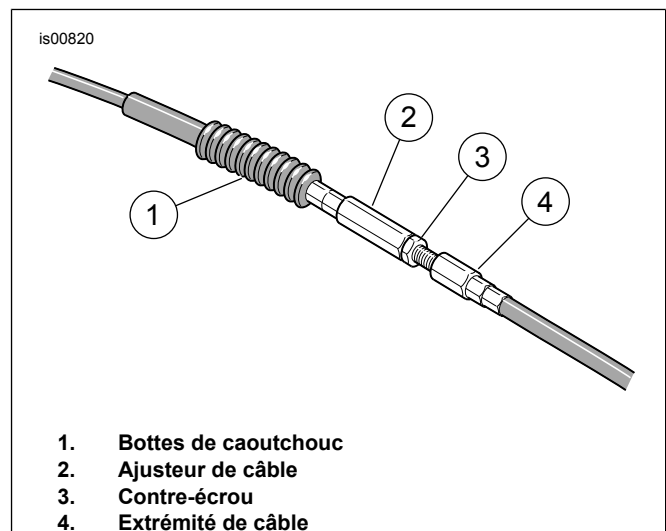

Figure 1. Ajusteur de câble d'embrayage
1. Consultez Figure 1 . Faire glisser la gaine de caoutchouc (1) hors de l'ajusteur du câble d'embrayage (2). L'ajusteur est situé à mi-chemin le long du câble d'embrayage près du tube diagonal du châssis.
- Consultez Figure 1 . Tourner l'ajusteur de câble dans le sens opposé du contre-écrou jusqu'à ce que le jeu ait été éliminé dans le levier. Tirer la bague du câble d'embrayage à l'écart du support de câble d'embrayage pour mesurer le jeu.